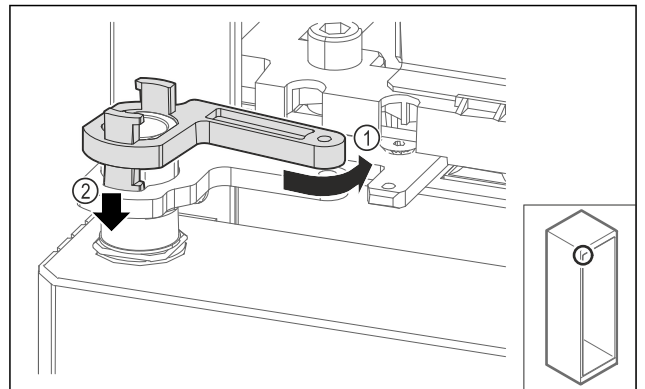

Fig. 67
- ▶ Drei låsen til lagerbukken lett tilbake Fig. 67 (1), trykk den ned Fig. 67 (2) og lås den i hengslingsvinkelen.